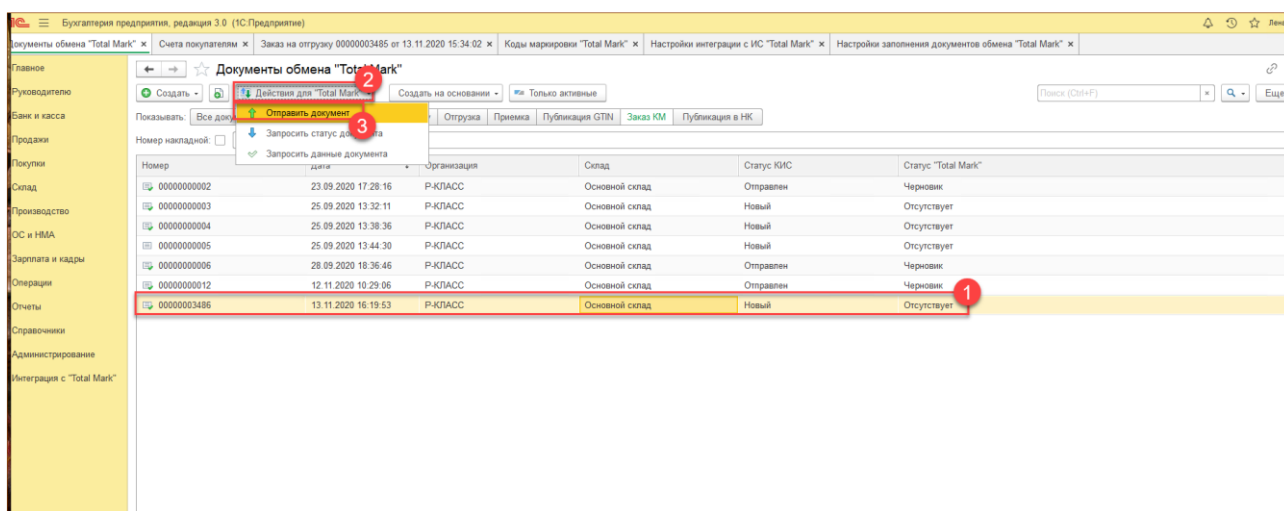

Рис. 7-4 - Отправка Заказа КМ в Total Mark
7. Для отправки Заказа необходимо выделить документ и нажать Действия/Отправить в Total Mark (Рис. 7-4);